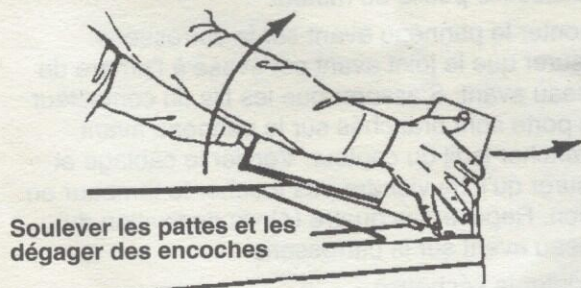

Figure 1
2. Déposer les vis de chaque embout qui retiennent la console sur le dessus. Certains modèles comportent des garnitures d'embout qui devront être d'abord déposées. Éloigner la console. Voir la Figure 1.